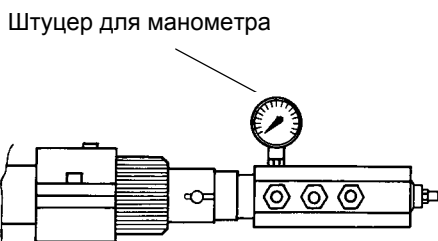

Рис. 14
- 10 Давление питания форсунки уже отрегулировано заранее на заводе-изготовителе и не должно изменяться. Только в случае необходимости, отрегулировать давление питания (см. соответствующий параграф) следующим образом: установить манометр в положение, указанное на Рис. 14, воздействовать на регулировочный винт **VR** насоса (см. Рис. 13) до получения на форсунке давления в 25 бар (форсунки Fluidics/Bergonzo - см. график на стр.20);